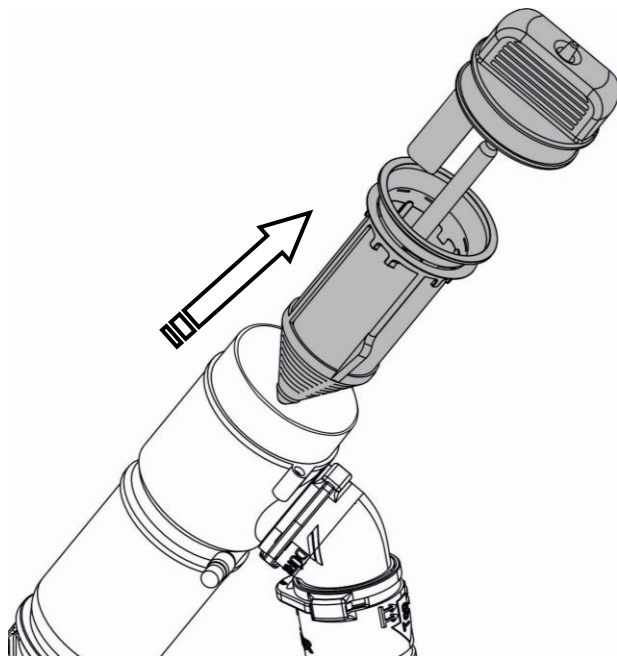

Рисунок 8.8.1
- фільтр (Рисунок 8.8.1.) в корпусі;
- Витягнути фільтр аспіраційного блоку (Рисунок 8.8.1.);